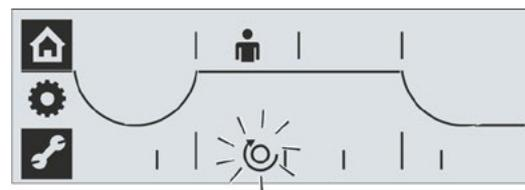

Fig. 3: Menu Posizioni di fine corsa attivo, direzione di chiusura destrorsa
3. Selezionare la direzione di chiusura: ruotare il Drive Controller. Sul display la direzione di chiusura cambia; nell'esempio a fianco, da sinistrorsa a destrorsa (fig. 3).